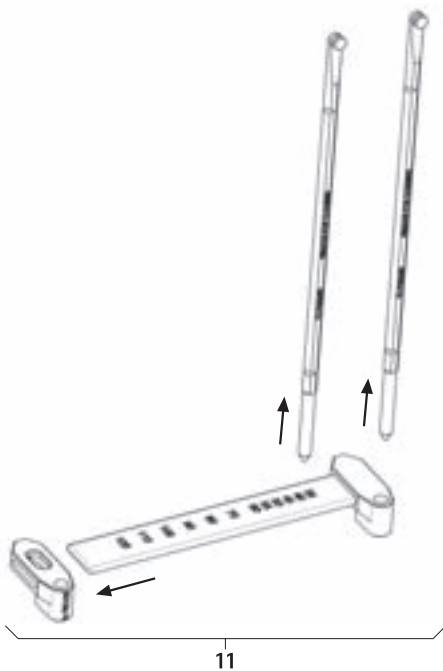

Рис. 7
- Демонтировать инструмент для измерения длины стержня 11, см. Рис. 7.